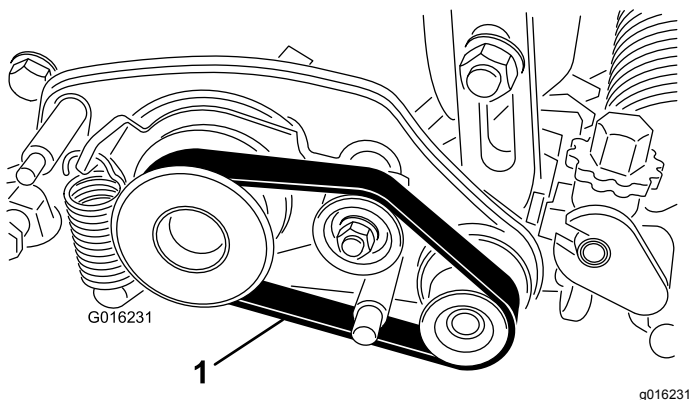

Figura 16
36. Monte la correa sobre la polea motriz, la polea tensora y la polea arrastrada, según se muestra en Figura 16.